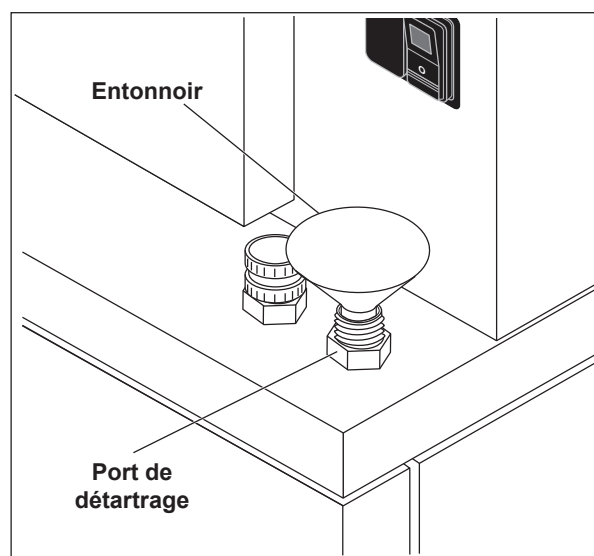

Figure 3
4. Retirez le bouchon du port situé sur le rebord avant sous le compartiment inférieur et insérez un entonnoir dans le port de détartrage (fig. 3).